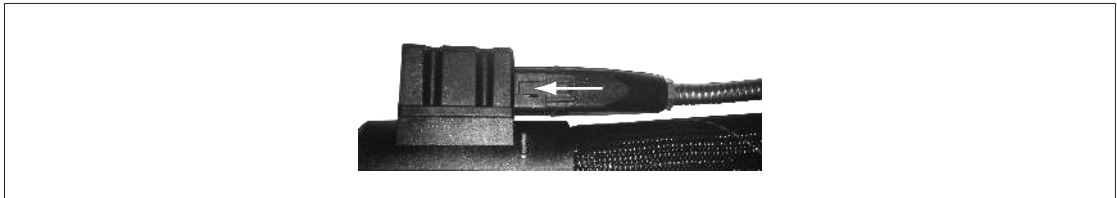

Bild 4: Elektrische Verbindung anschließen
3. Stecken Sie den elektrischen Anschluß in den Steckverbinder des heizbaren Schlauches (siehe Bild 4).